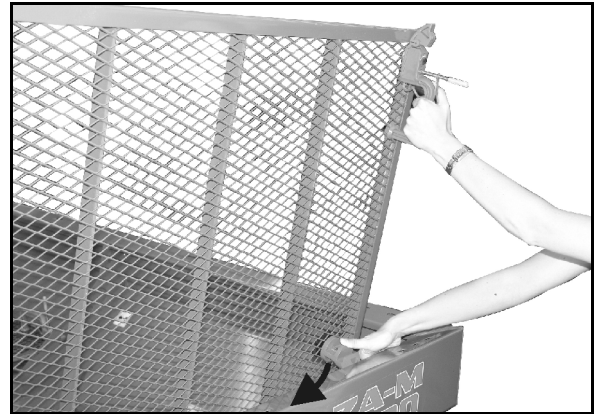

Bild 18
3. Fäll upp skyddsgallret tills det klickar fast på behållarkanten (Bild 18).
- Tryck ner spärren innan du stänger skyddsgallret (Bild 18).